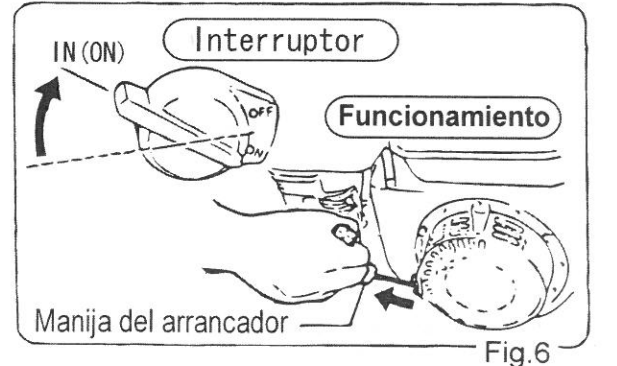

Fig.6
4. Gire el interruptor de arranque del motor hasta la posición ON (Fig.6).
5. Coja el asidero del arranque de retroceso y tira de él suavemente hasta que sienta una ligera resistencia. En ese momento, tira fuertemente. Sin embargo, tenga cuidado de no tirar demasiado fuerte ya que puede salirse. No suelte el asidero desde la posición estirada, vuelva a colocarlo en la caja del arranque antes de soltarlo. (Fig.6).